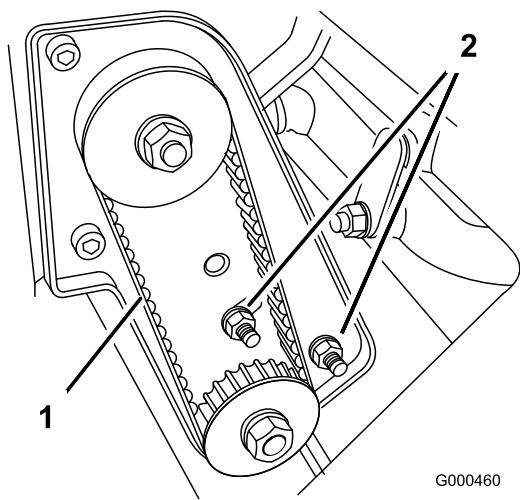

图42
- A. 松开轴承座安装螺母（图42）。
C. 固定扭矩扳手设置，拧紧轴承座安装螺母（图42）。输送带不可过紧。